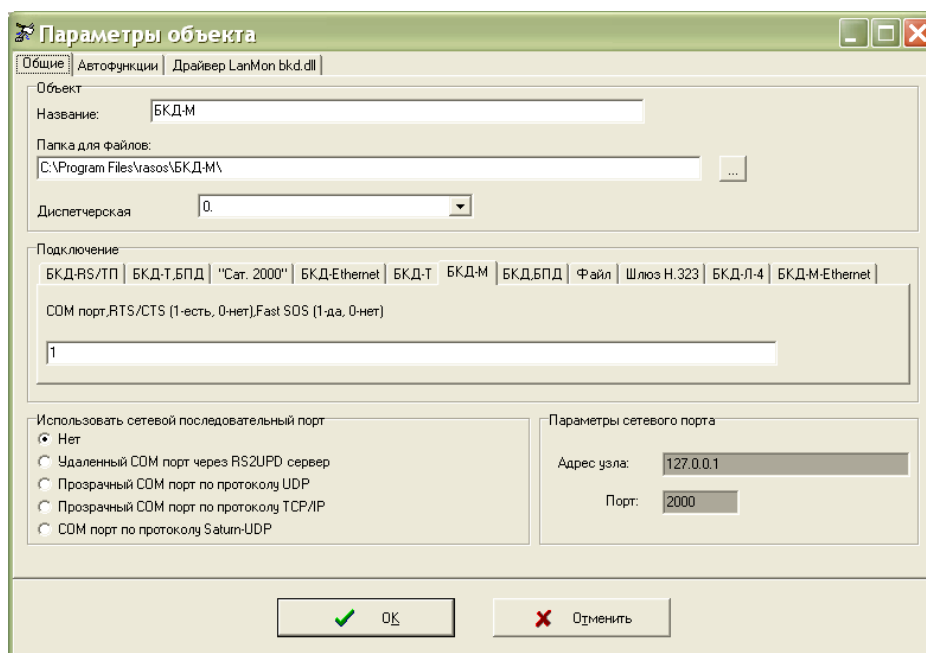

Рисунок 8 - Параметры нового объекта
2) Подготовить ПЭВМ к работе, загрузить программу RASOS, создать новый объект БКД-М, установить параметры подсоединения (рисунок 8).
- 3) Создать подключение к БКД-М, указать номер СОМ порта ПЭВМ, к которому подключен БКД-М (рисунок 8).